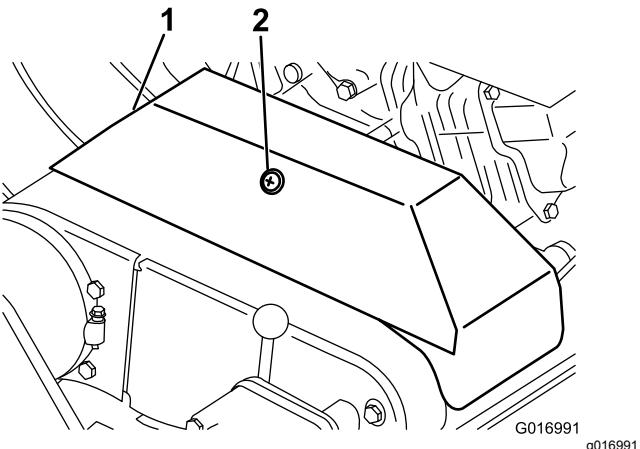

Figura 41
2. Afloje el retenedor que sujetla la cubierta de las correas en V y gire la cubierta para abrirla (Figura 41).